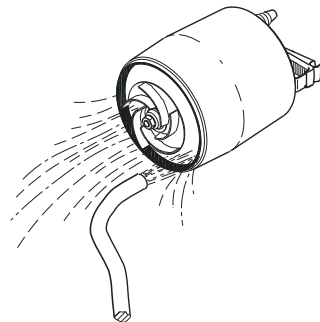

Рис. 11 Промывка насоса
4. Промыть водой и очистить насос от возможных загрязнений между электродвигателем и корпусом. Промыть рабочее колесо. Смотри рис. 11.